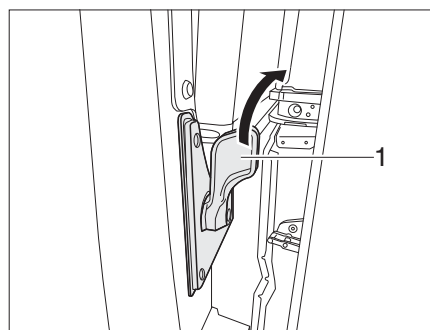

Bild 23 Schiebetür, elektrisch - Riegel innen
- Öffnen:** ■ Den Riegel (Bild 23,1) nach rechts drücken. Die elektrische Schiebetür fährt bis zum Anschlag auf.
- Schließen:** ■ Den Riegel (Bild 23,1) nach rechts drücken. Die elektrische Schiebetür schließt sich und fährt in das Türschloss.